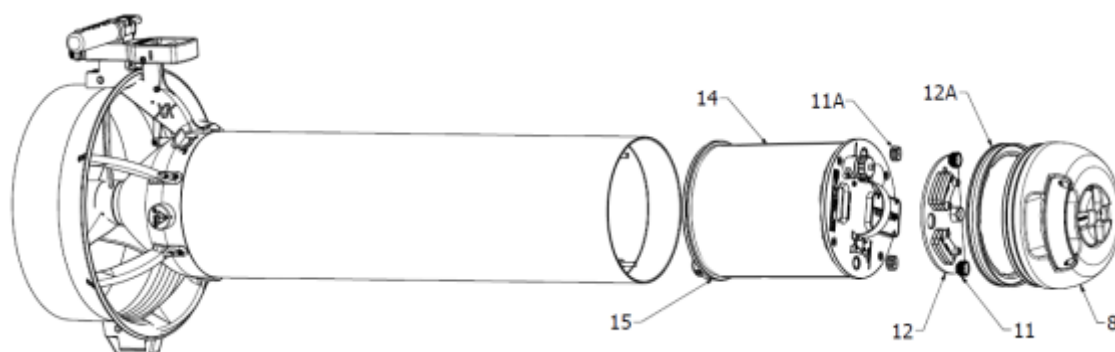
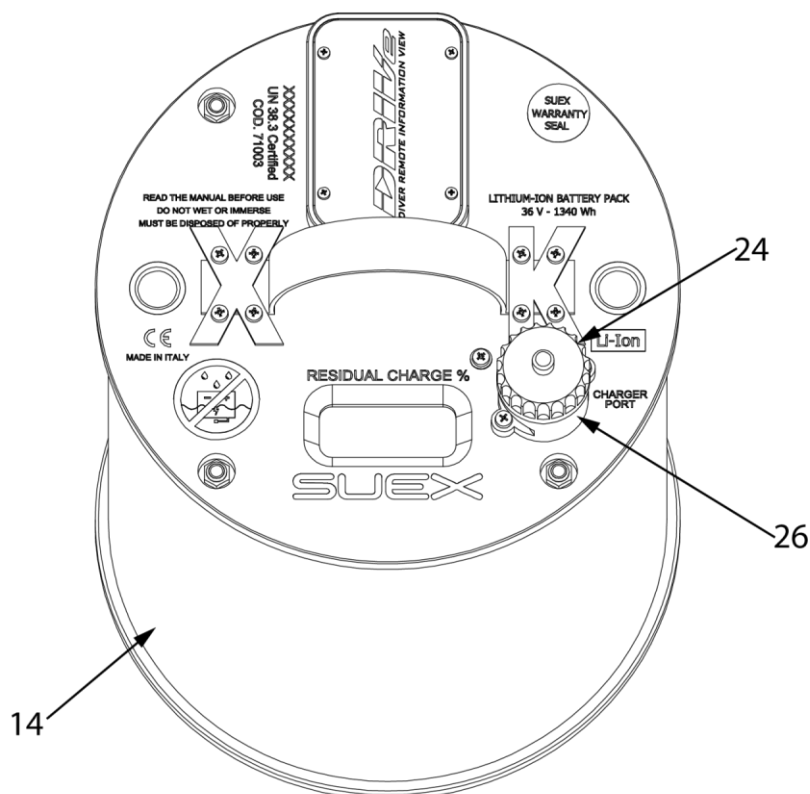

Fig.3 - Estrazione della batteria
Fig.4 - Ricarica della batteria
La batteria va ricaricata **SOLO** tramite il CONNETTORE (26 - Fig.4), VIETATO ricaricare la batteria quando è collegata al motore: si rischiano **DANNI GRAVISSIMI** o MORTE.
Per ricaricare la batteria (14), estrarla dallo Scooter (Fig.3), metterla in un luogo sicuro lontano da persone ed oggetti infiammabili, svitare il tappo del connettore di ricarica (24 - Fig.4), collegare la presa di alimentazione del caricabatteria alla rete e collegare il connettore di ricarica (26) al caricabatteria (si veda Manuale d'uso del caricabatteria). A fine carica scollegare il caricabatteria e riavvitare il tappo (24) del connettore (26). Inserire la batteria nello Scooter solo nel caso si intendesse usarlo.
- Avvitare la ghiera (11 - Fig.3) e chiudere lo Scooter (si veda paragrafo "Chiusura del vano batteria").